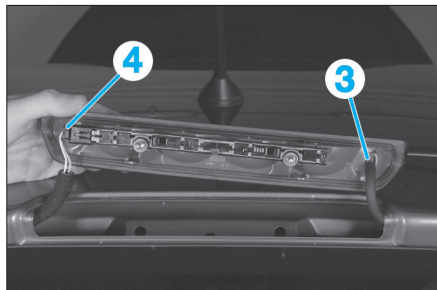

Fig. 150
- Débrancher le tuyau d'eau (3) et le connecteur (4) (Fig.150).
- Débrancher le tuyau d'eau (2) et le connecteur (3) (Fig.150).